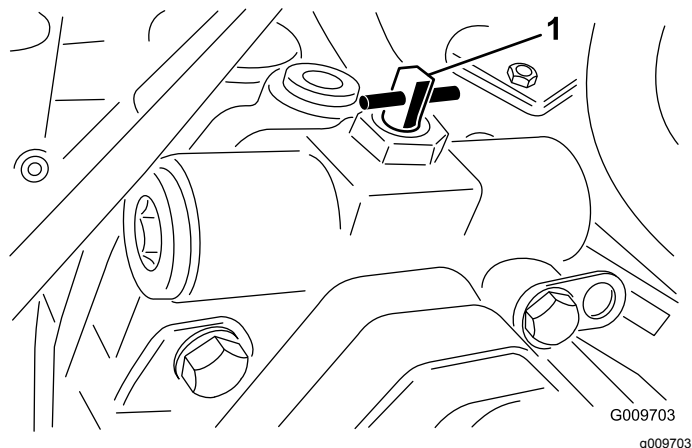

Figura 40
3. Girate la valvola di 90° (1/4 di giro) in qualsiasi direzione per aprirla e consentire al fluido di effettuare il bypass internamente (Figura 40).
2. Girate la valvola di 90° (1/4 di giro) in qualsiasi direzione per aprirla e consentire al fluido di effettuare il bypass internamente (Figura 40).